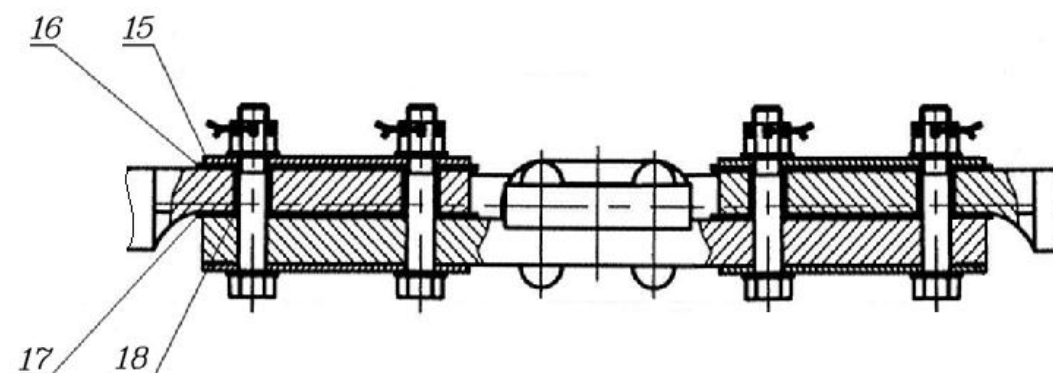

Рис.2. Элементы изоляции узла крепления планок к средней планке
- в узлах крепления средней планки (поз.3) с планками (поз.9 и поз.10) установить подготовленные изоляционные прокладки и втулки согласно сборочному чертежу (рис.2);